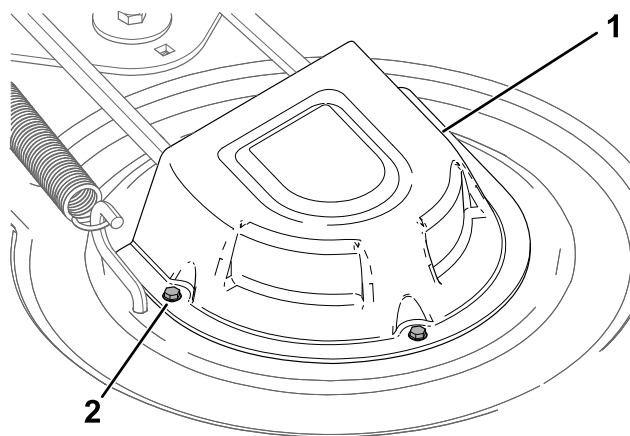

Figure 54
4. Desserrez les vis et déposez le couvercle des poulies (Figure 54).